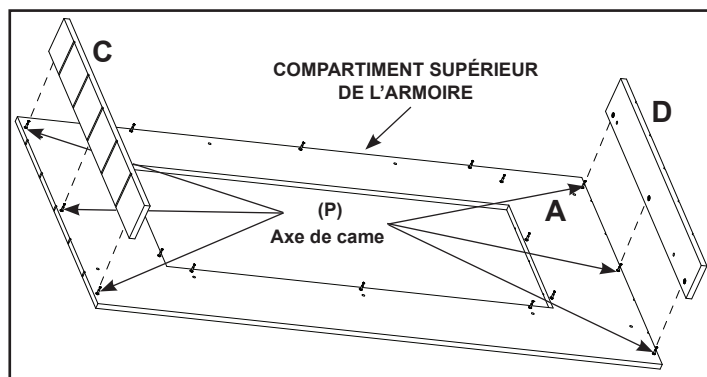

Figure 6
- Alignez les pièces « C » et « D » sur les trois (03) axes de came installés de chaque côté de la pièce « A ». Voir Figure 6.